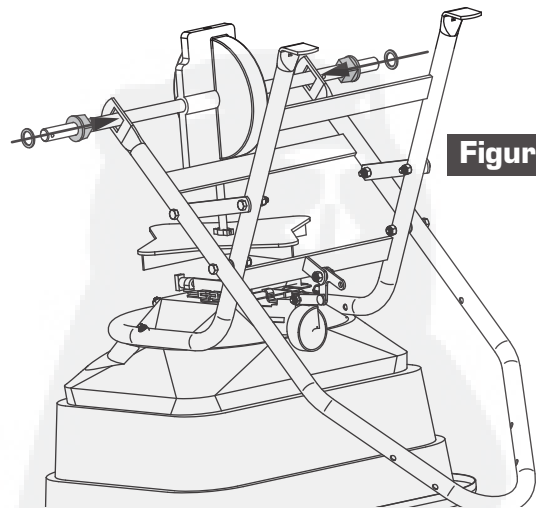

Figura 4
4. Instale los dos cojinetes de eje en los orificios cuadrados como se muestra en la Figura 4. Instale una arandela a cada lado del eje.